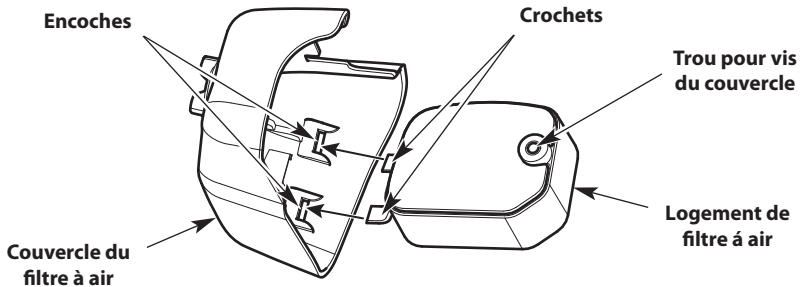

Fig. 21
7. Insérer les crochets sur le boîtier du filtre à air en fonction des encoches de son couvercle (Fig. 21).
8. Basculer le couvercle du filtre à air vers la droite et aligner la vis du couvercle avec le trou de la vis (Fig. 21). Serrez la vis du couvercle, de manière à immobiliser le couvercle du filtre à air.